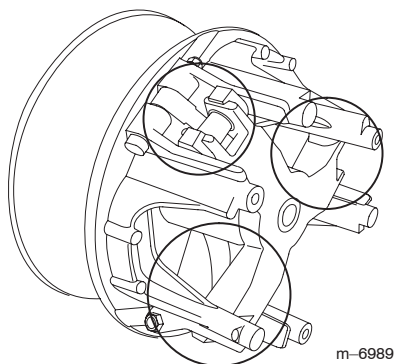

Figure 54
- Lubrifiez les pièces mobiles aux endroits indiqués par des cercles sur la Figure 54 avec du lubrifiant sec en aérosol, disponible auprès des concessionnaires ou distributeurs Toro agréés.